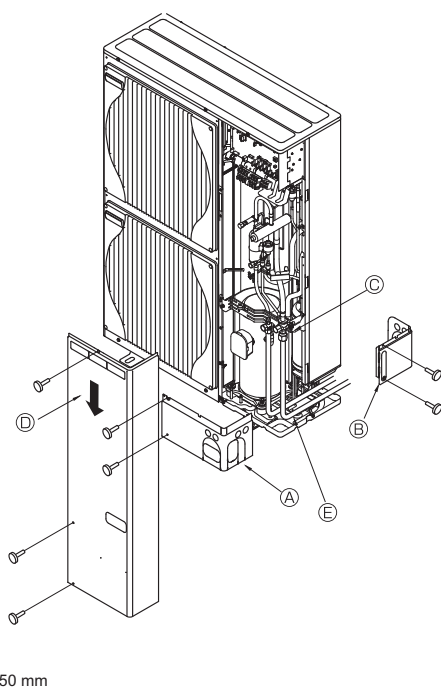

Fig. 5-8
5.6. Tubagem de refrigerante (Fig. 5-8)